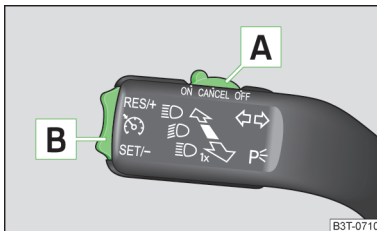

Abb. 151
- Den Schalter **A** » Abb. 151 in Stellung **ON** stellen.
- Den Schalter **A** » Abb. 151 in Stellung **OFF** stellen.
- Die Wippe **B** in der Position **SET/-** » Abb. 151 auf Seite 165 drücken.
- Die Wippe **B** in der Position **RES/+** » Abb. 151 auf Seite 165 drücken.
Die gespeicherte Geschwindigkeit kann durch Drücken der Wippe **B** in der Position **SET/-** » Abb. 151 auf Seite 165 verringert werden.
Die Geschwindigkeitsregelanlage wird **vorübergehend abgeschaltet**, indem der Schalter **A** » Abb. 151 auf Seite 165 in die gefederte Stellung **CANCEL** bzw. das Brems- oder Kupplungspedal gedrückt wird.